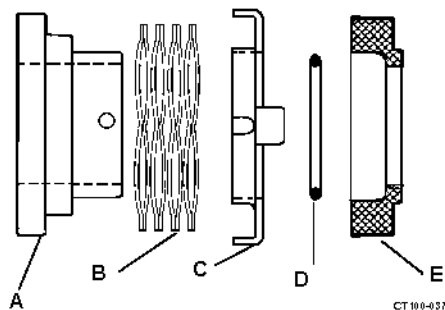

Figura 26 - Tenuta in carbonio
3. Vedere Figura 26. Assemblare la molla (rif. B), anello esterno di tenuta (rif. C), O-ring (rif. D) e tenuta in carbonio (rif. E) e installarli assicurandosi che la fessura nell'anello esterno di tenuta sia allineata con il perno sull'albero. Una leggera pressione sull'O-ring permette di superare la resistenza sull'albero.